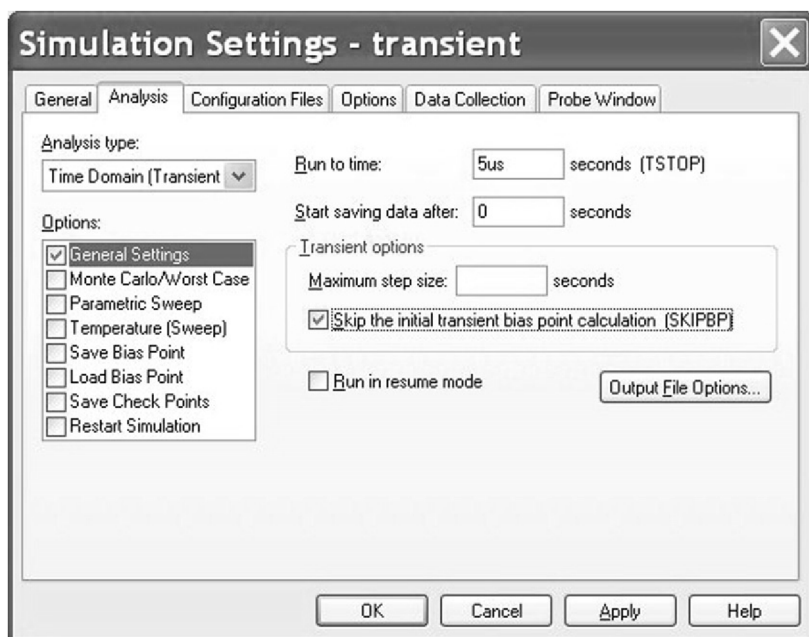

图 12.5 选择 Skip the initial transient bias point calculation 选项
6. 按照本书第 7 章练习 2 中的具体操作，利用 special 元件库中 IC1 元件把 $t=0\text{s}$ 时刻电容的初始电压值设置为 0V。如图 12.5 所示，同时选定 **Skip the initial transient bias point calculation** 选项，然后对电路进行仿真分析。